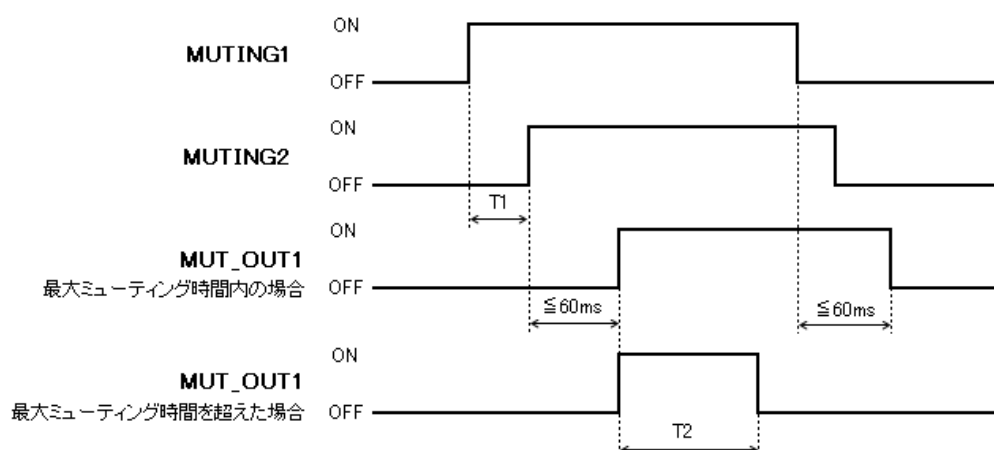

図3-20 ミューティングシーケンス
- b) ミューティング入力信号ミューティング 1 (MUTING1)、ミューティング 2 (MUTING2) を設定した入力順序で、設定した入力時間差以内に ON に切り替えた場合。但し、入力時間差が 0 の場合は除く。（図 3-20 参照）
- b) ミューティング状態が、設定した最大ミューティング時間 T2（図 3-20）を超えた場合。
ミューティングのシーケンスを図 3-20 に示します。